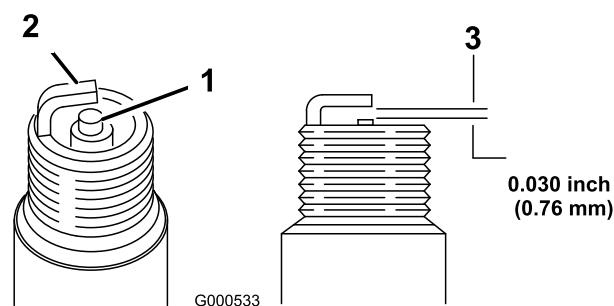

Bild 39
- Sehen Sie sich die Mitte der Zündkerze an (Bild 39). Wenn der Kerzenstein hellbraun oder grau ist, ist der Motor richtig eingestellt. Eine schwarze Schicht am Kerzenstein weist normalerweise auf einen schmutzigen Luftfilter hin.
- Prüfen Sie den Abstand zwischen den mittleren und seitlichen Elektroden (Bild 39). Verbiegen Sie die seitliche Elektrode (Bild 39), wenn der Abstand nicht stimmt.